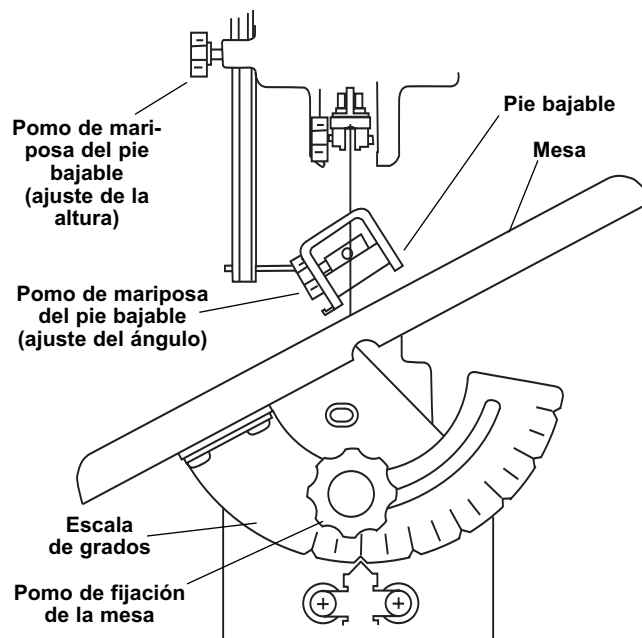

Figura 13. Ajuste de la Mesa para Realizar Cortes Horizontales o en Bisel
4. Cuando corte con la mesa angulada, ajuste el pie bajable de manera que esté paralelo a la mesa. Para ajustarlo, afloje el pomo de mariposa, gire el pie bajable hasta el ángulo correcto y apriete el pomo de mariposa (Figura 13).